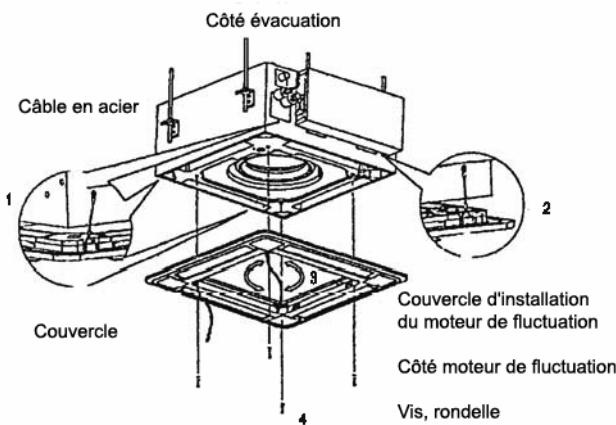

Figure 11
(2) Installez le panneau.
- Alinez correctement le moteur de fluctuation du panneau et le bac à condensats du corps principal. (cf. figure 11)
- Accrochez les quatre cordons fixes du corps principal au couvercle d'installation et aux trois autres couvercles du moteur de fluctuation. (cf. figure 11)
- Posez le panneau sur le corps principal à l'aide des vis (M5x16) et des rondelles. (cf. figure 11)
- Réglez doucement le panneau en direction de la flèche de la figure 11 (3) pour faire coïncider le centre du panneau et le centre du trou au plafond. Assurez-vous que les boulons de suspension des quatre coins sont correctement fixés.